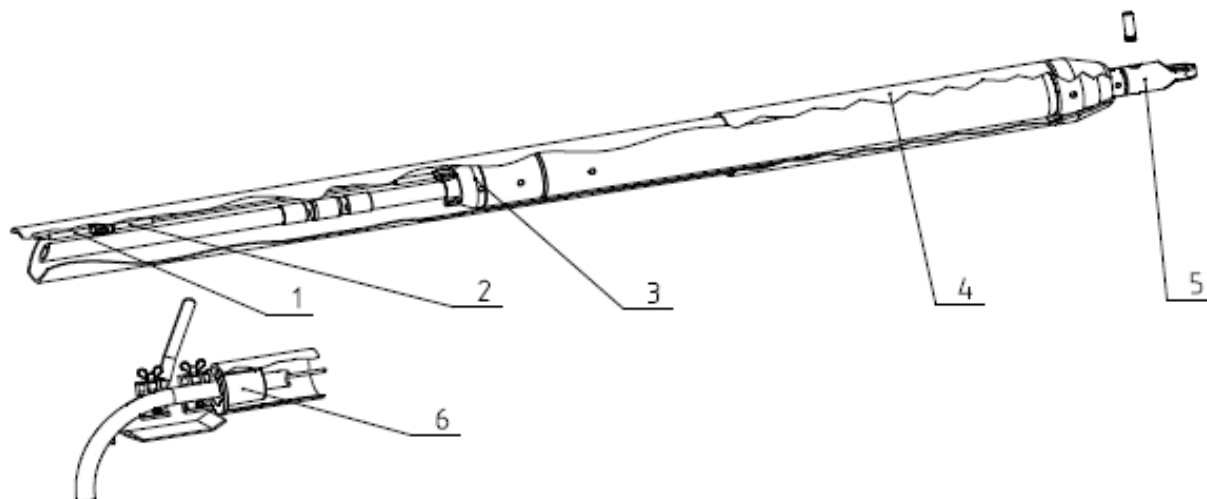

Figura 9.13.1
Pentru a instala tevilor cu diametrul de $\varnothing 180$ mm (Figura 9.13.1), este necesar urmatorul echipament: expandor (4), capat de remorcare (5), troliu (se achizitioneaza separat!), cablu de tragere (1), racheta MAX cu instrument de remorcare (3), cablu de conectare (2), intinzator (6) cu manson cu diametrul in functie de teava care trebuie instalata.